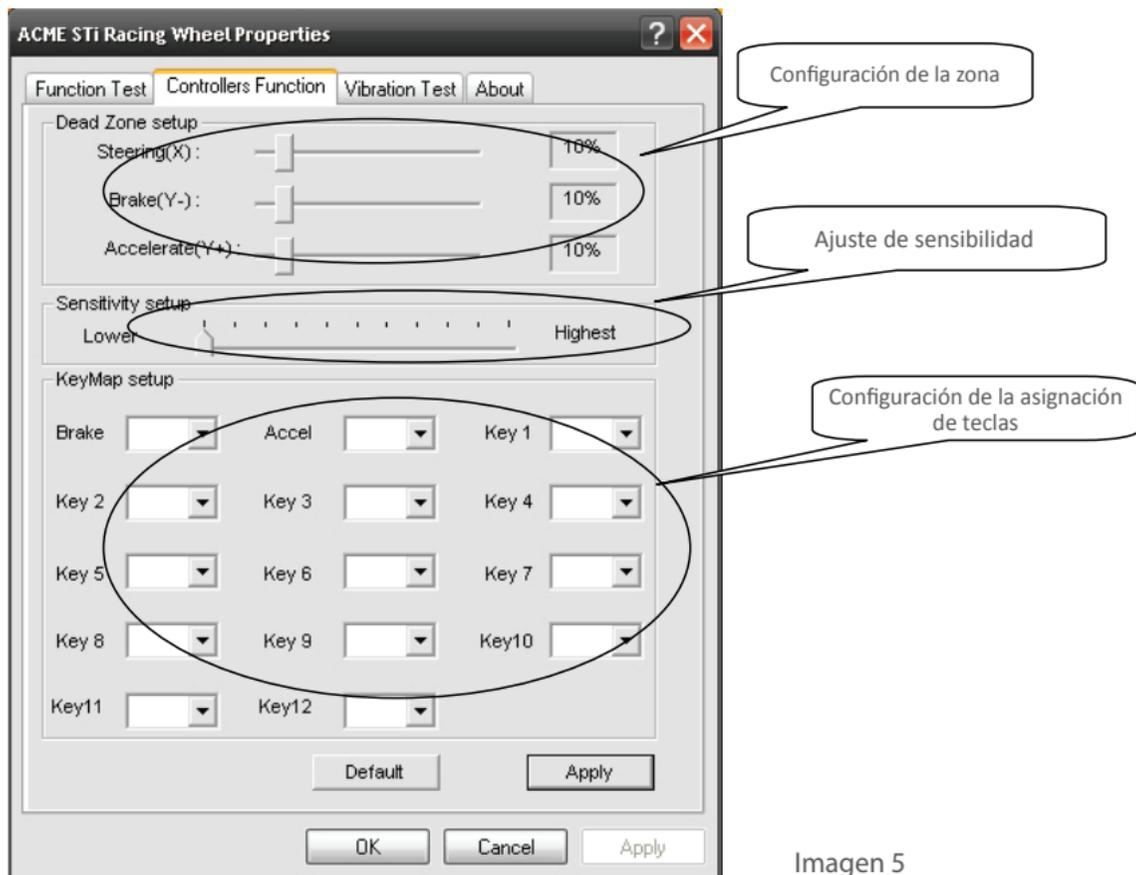

Imagen 5
- Puede configurar la zona muerta original de la dirección del volante (eje X), el gas (Y+eje), el freno (Y-eje) como se muestra abajo. (Ver la imagen 5 “Configuración de zona muerta”)
- La sensibilidad del volante se puede ajustar desde bajo hasta alto en diferentes grados como se muestra abajo. (Ver la imagen 5 “Configuración de sensibilidad”)
- La aceleración del volante, los frenos y las teclas 1 a 12 son intercambiables (asignación de teclas). (Ver imagen 5 “Configuración de la asignación de teclas” a continuación)